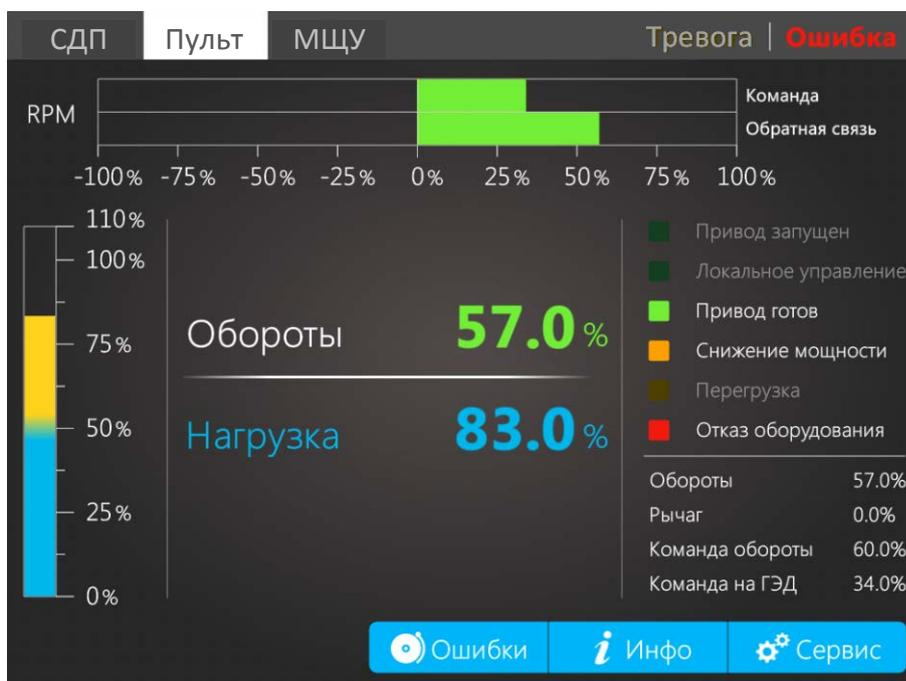

Рисунок 8 – «Основной экран» модуля отображения МЩУ
- экран «Основной экран» – если выбран режим дистанционного управления (переключатель выбора режима управления находится в положении «Дист.»), см. рисунок 8.
«Основной экран» (см. рисунок 8) показывает текущее состояние системы, а так же активный пост управления (ПДУ, СДП, МЩУ).